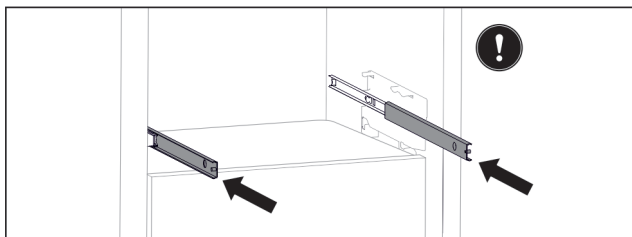

*Fig. 188*
- ▶ Вытяните выдвижной ящик наполовину. *Fig. 188 (1)*